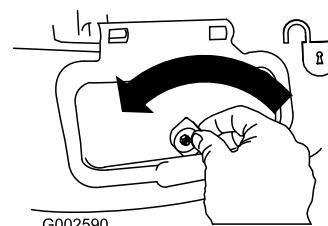

Bild 26
1. Entriegeln Sie die Heckauswurfklappe (Bild 26).